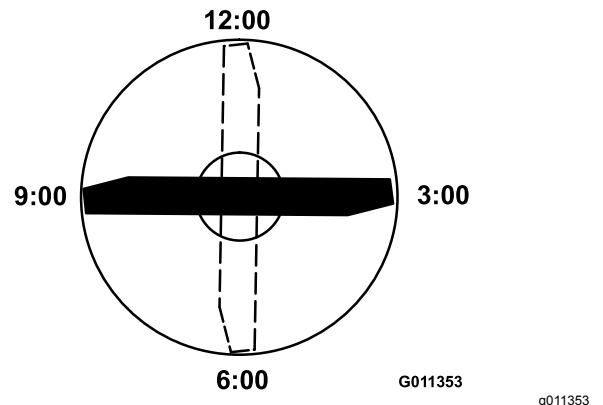

Figura 74
4. Orientate il tagliente dell'estremità marcata della lama sulle ore 12 (esattamente in avanti, nel senso di falciatura) (Figura 74) e misurate l'altezza tra il banco e il tagliente della lama.
5. Ruotate l'estremità marcata della lama sulle ore 3 e sulle ore 9 (Figura 74) e misurate le rispettive altezze.